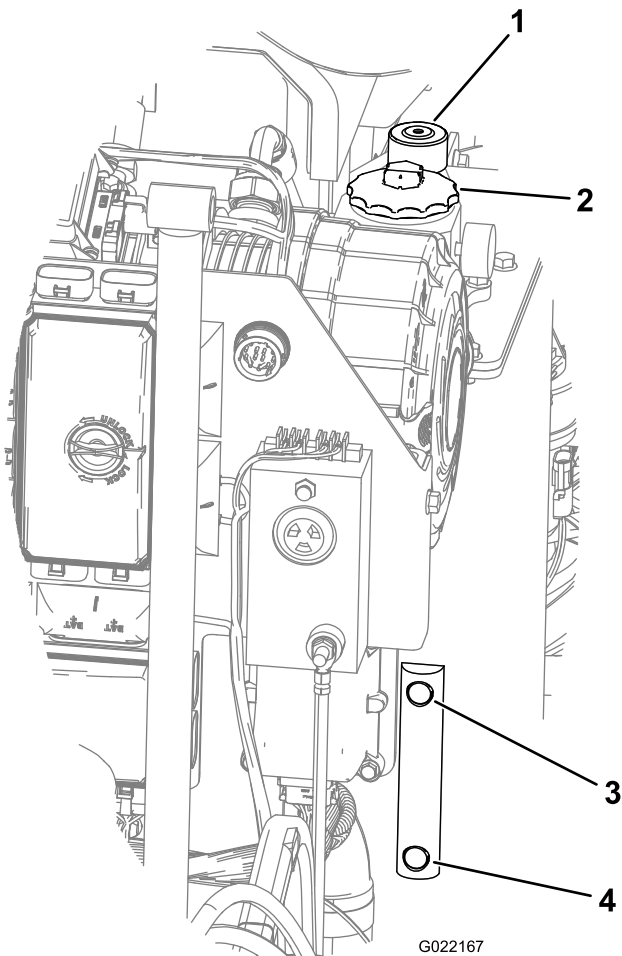

Figura 144
3. Observe la mirilla del depósito de aceite hidráulico y compruebe el nivel de aceite (Figura 144).
4. Si el nivel es bajo, abra el tapón del depósito de aceite hidráulico y añada aceite del tipo correcto hasta que llegue a la marca de Lleno de la mirilla (Figura 144).